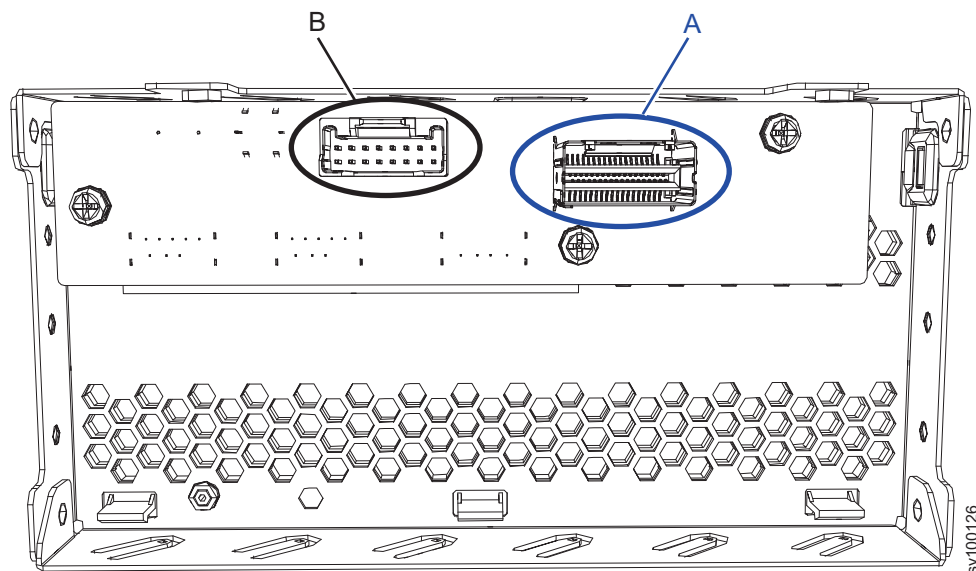

図 168. オペレーター情報パネルの背面にあるケーブル・コネクタ
3. 210 ページの図 168 に示すように、オペレーター情報パネル の背面にあるコネクタから各ケーブル (**A** および **B**) を慎重に取り外します。